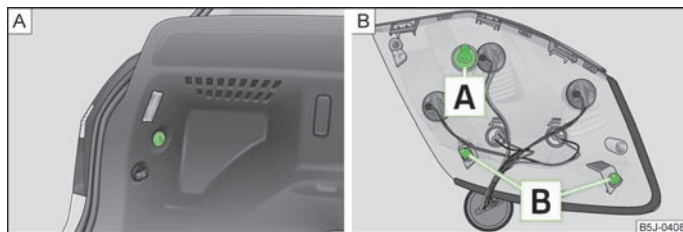

Fig. 154 Démontage et remontage du bloc optique arrière
- Tenez d'une main le bloc optique arrière et dévissez de l'autre main l'écrou en plastique » fig. 154 - [A].
- Pour la repose, enfoncez d'abord la vis **A** du bloc optique arrière dans l'orifice de la carrosserie » fig. 154.
- Tenez d'une main le bloc optique arrière et vissez, puis serrez de l'autre main l'écrou en plastique » fig. 154 - **A**.